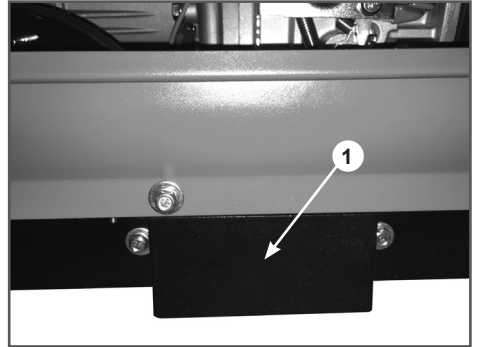

Рис. 17 Желоб для слива масла
3. Подставьте ёмкость для отработанного масла под желоб для слива масла (Рис. 17 п. 1).